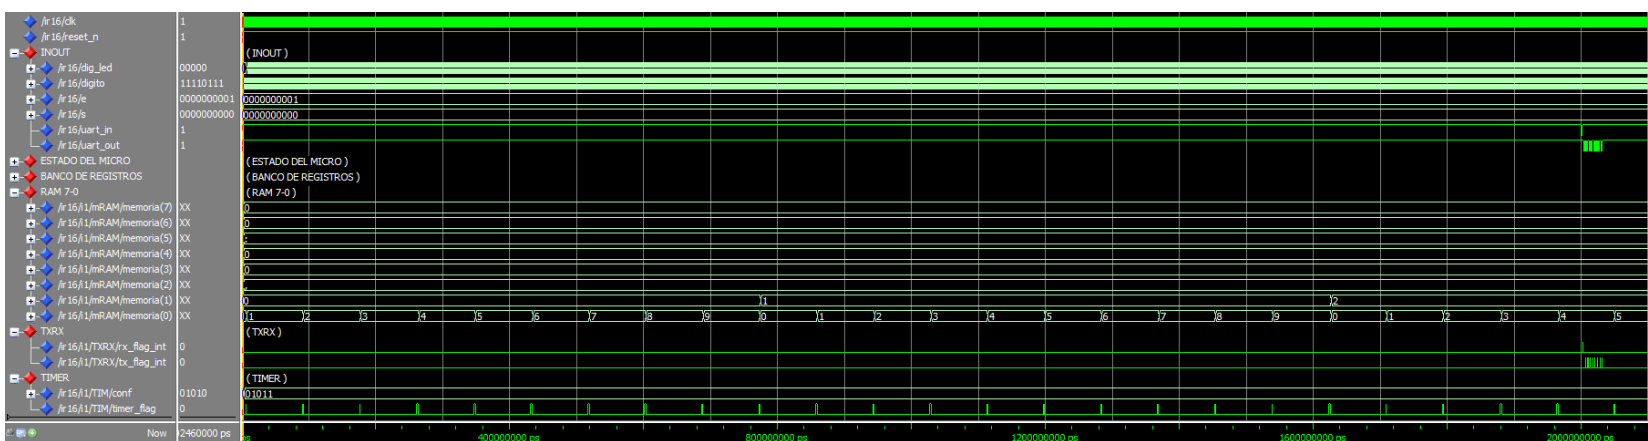

Figura 4.5: Simulación global del programa del cronómetro
- Simulación global del programa del cronómetro (Figura 4.5)